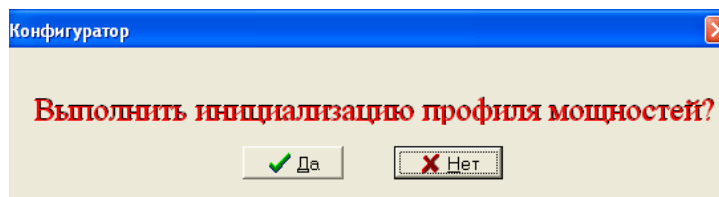

Рис.32
3. нажать кнопку «Записать в счетчик». При этом появляется диалоговое окно «Конфигуратор» (рис.32);